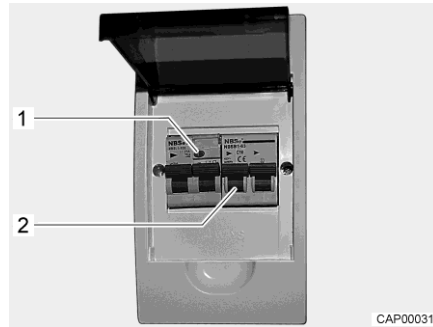

Bild 37 230 V-säkringslåda med ledningsskyddsbrytare och FI-brytare
En jordfelsbrytare (FI-brytare) i säkringslådan skyddar hela fordonet mot läckström (0,03 A). Den efterkopplade ledningsskyddsbrytaren (10 A) (Bild 37,2) säkrar 230 V-nätet.
- När fordonet är anslutet till 230 V-försörjningen: Tryck på kontrollknappen (Bild 37,1). Jordfelsbrytaren måste lösa ut.